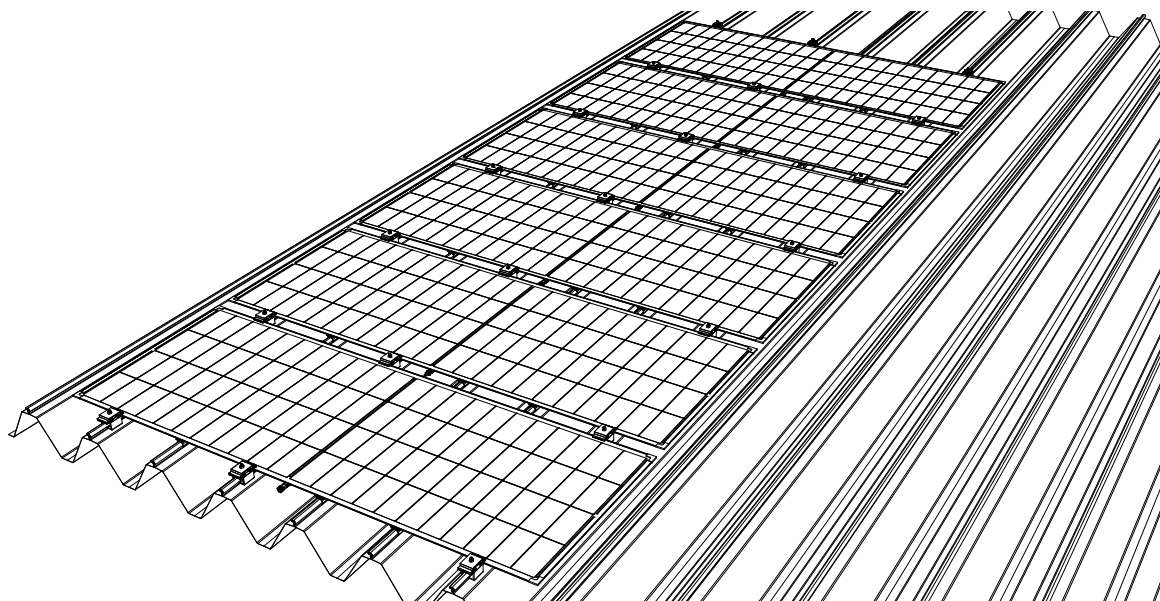

図 11
- 上記の手順に従って、1 列目のすべての製品の取り付けを順番に行い、最後の列のホルダーに取り付けられたナットとワッシャーを締めてください。これで第 1 列目の製品の取り付けが完了します。(図 11)